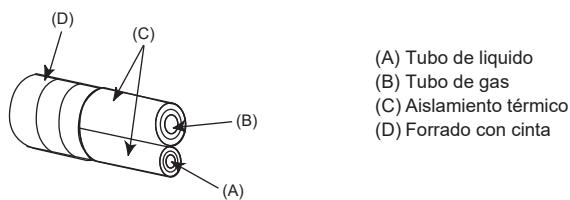

Fig. 4-1
(A) (Fig. 4-1)
(B) (Fig. 4-1)
4.2. Tubos de conexión (Fig. 4-1, Fig. 4-2)
Si se utilizan tubos de cobre convencionales, aísle los tubos de gas y líquido separadamente con materiales aislantes (resistentes al calor hasta 100 °C, 212 °F o más, espesor de 12 mm, 1/2 pulgadas o más). (Fig. 4-1)